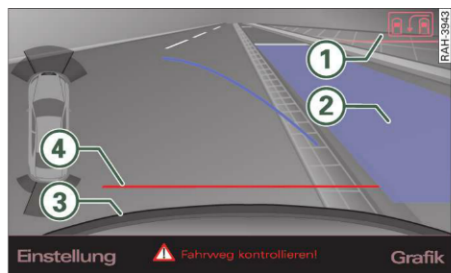
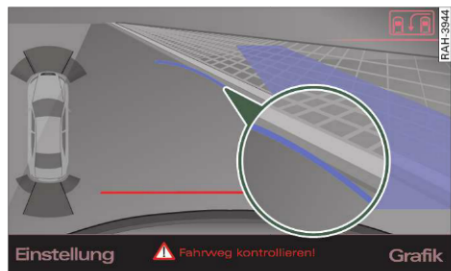

Fig. 164 Afișaj MMI: Suprafața albastră din spațiul de parcare
Fig. 165 Afișaj MMI: Curba albastră la bordură
- Apăsați la unitatea de operare MMI tasta de comandă **Mod** ⇒ fig. 164 (1). Regimul de parcare 2 se va afișa.
- Deplasați-vă cu spatele și poziționați autovehiculul astfel încât zona albastră (2) să se învecineze cu autovehiculul parcat în spate, sau cu linia marginii locului de parcare. Suprafața albastră reprezintă o prelungire a conturului autovehiculului cu circa 5 m. Latura mai lungă a suprafeței albastre trebuie să se învecineze cu bordura. Zona albastră trebuie să intre complet în locul de parcare.
- Deplasați-vă în marșarier în spațiul de parcare, până când curba albastră atinge bordura ⇒ fig. 165. Opriți autovehiculul.
- Continuați deplasarea cu spatele în locul de parcare, până când autovehiculul se află paralel cu bordura. (3) marchează bara de protecție din spate. Apoi, când linia roșie (4) atinge un obiect, nu trebuie să continuați deplasarea ⇒ ⚠! Atenție la partea din față a autovehiculului ⇒ ⚠.
lungă a suprafeței albastre la o distanță suficientă față de bordură. Suprafața nu trebuie să atingă bordura. Rotirea volanului trebuie să aibă loc mai devreme. Curba albastră ⇒ fig. 165 **nu** trebuie să atingă bordura, ci să existe o distanță suficientă până la bordură.